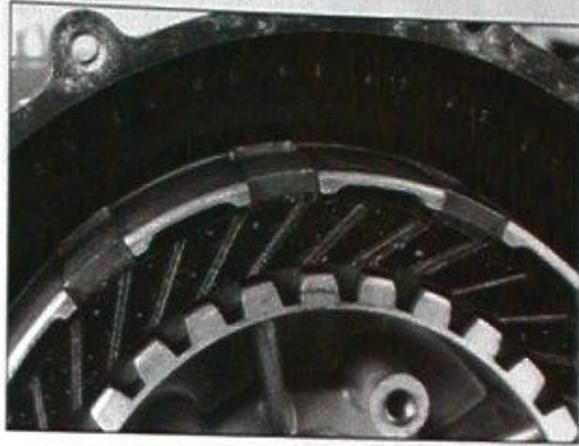

Bild 147
- Belagscheiben sind mit Nuten versehen. Scheiben so einlegen, dass Nuten nach rechts weisen (Bild 147).